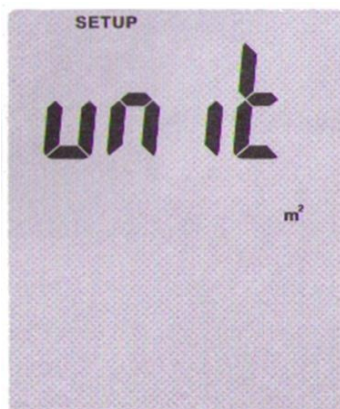
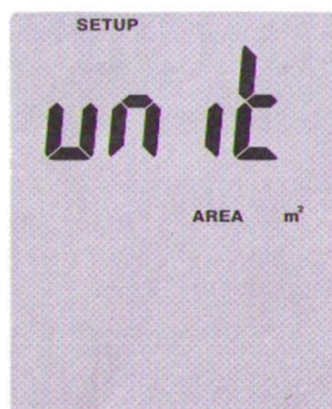

Fig 1
Fig 2
In het setup menu net zo lang op de toets  of  drukken totdat er "unit" op het scherm verschijnt (Fig 1). Selecteer met de toets , op het scherm verschijnt "AREA". Selecteer de gewenste eenheid (in2; m2; ft2) met de toetsen  en  (Fig 2), en bevestig met de toets .
4. Stel nu het nulpunt in. Hiervoor moet de metalen beschermring zich helemaal bovenaan bevinden (windsnelheid gelijk aan nul). Houd de  toets ingedrukt (Fig. 1).